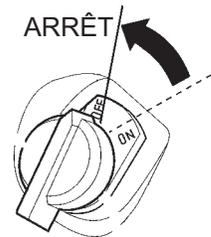

Figure 18. Interrupteur MARCHE/ARRÊT du moteur (ARRÊT)
- Placer l'interrupteur MARCHE/ARRÊT (Figure 18) en position « **ARRÊT** ».
- Placer l'interrupteur MARCHE/ARRÊT du moteur (Figure 18) en position « **ARRÊT** ».